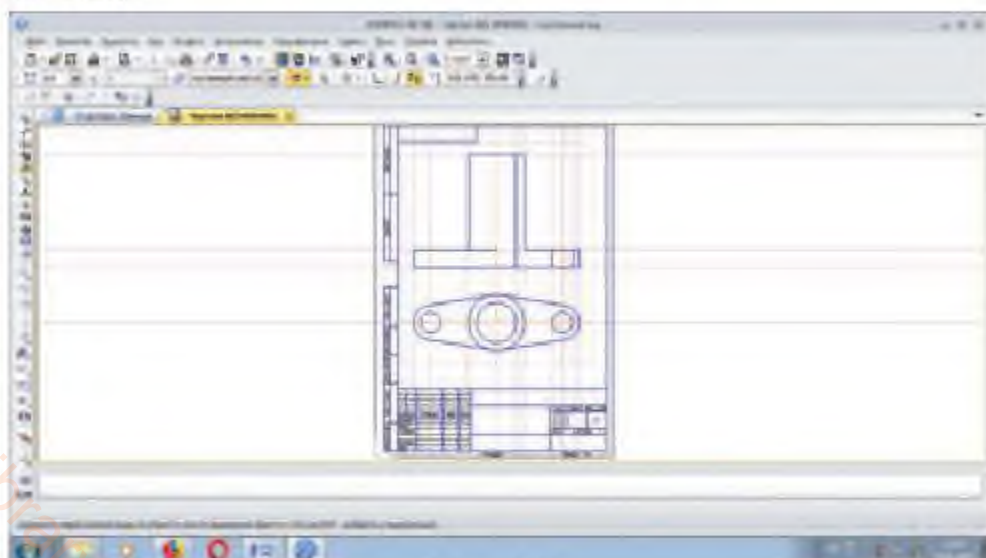

Рис. 15.5
4. Для соединения половины главного вида с половиной фронтального разреза обведем соответствующие линии и убираем лишние линии (рис. 15.5).